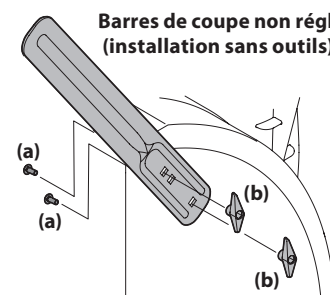

Figure 2-44
- Retirez les boulons de carrosserie (a) et les écrous papillons (b) qui fixent chaque barre de coupe, puis retirez les barres de coupe des côtés du boîtier de tarières. Voir Figure 2-44.
- Retournez les barres de coupe à la bonne position et placez-les sur le boîtier de tarières comme illustré à la Figure 2-44.